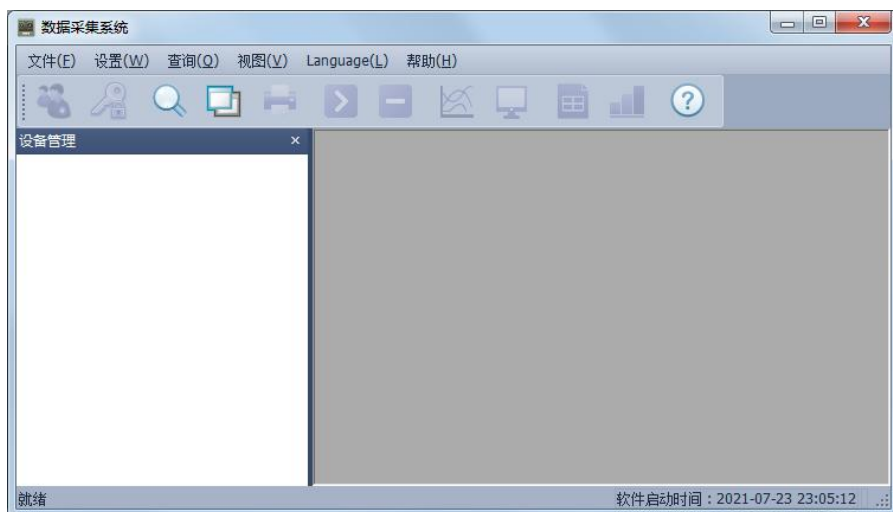

图 7-2 DataLogger 主窗口
7.1.2 双击运行后会弹出系统主界面，如下图 7-2 所示。
在“设备管理”区域内点击鼠标右键，选中“添加设备”弹出如图 7-2 新建设备对话框，设备名称可自命名，设备地址为记录仪的地址（可在记录仪“系统设置”界面中查询，默认上位机只与一台记录仪通讯地址设为 1），根据需要选择相应的通道数目和起始通道（默认起始通道为 1）。当通道数目大于 64 或者需要将通道分成不同的类，可以各类通道挂在不同的设备上。如前 8 个通道测量温度，后 8 个通道测量湿度并且想把他们以不同的窗口显示出来，可以按一下操作进行：1) 建立一个新的 8 个通道的设备，设备类型（选择通讯协议，其中\*\*w 表示无线协议）→设备名称→设备地址为 1（仪器默认地址为 1）→通道数量 8 通道→起始通道 1；2) 再建立一个 24 通道的设备，设备名称→设备地址为 1 →通道数量 24 通道→起始通道 9。以上